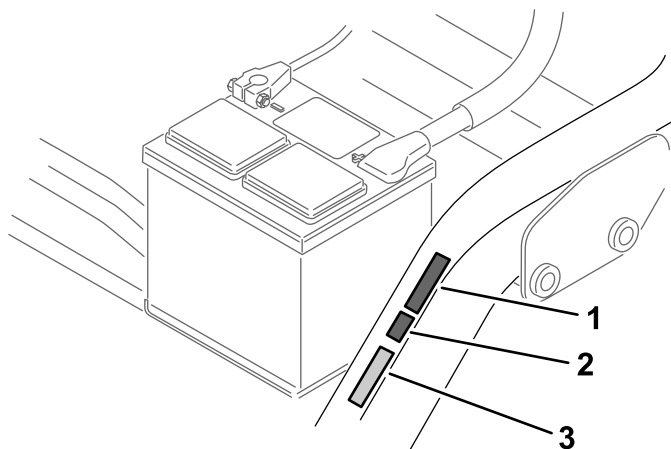

Рисунок 14
- Приклейте наклейку с маркировкой CE рядом с табличкой с серийным номером (Рисунок 14).
- Приклейте наклейку CE, указывающую год выпуска, рядом с наклейкой с маркировкой CE (Рисунок 14).